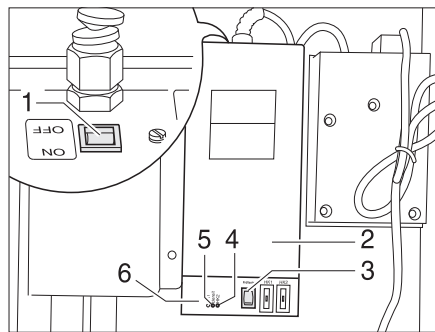

Fig. 110 Transformador con aparato regulador
Según el modelo, el transformador de 230 V AC/12 V DC (Fig. 110,2) estará instalado en el armario ropero o en el baúl del grupo de asientos.
- La luz de control (Fig. 110,5) se enciende de color verde: Regulación en funcionamiento
- Las luces de control (Fig. 110,4 y 6) se encienden rojas: Las tuberías de aguas residuales se calientan
La carcasa tiene un pulsador de prueba (Fig. 110,3) integrado con el cual se puede poner en funcionamiento brevemente el aparato regulador. Presionando el pulsador de prueba se puede comprobar el funcionamiento del calentamiento aún cuando la temperatura ambiente sobrepase los 5 °C.
- Poner el interruptor (Fig. 110,1) en el transformador (Fig. 110,2) en "ON".
- Poner el interruptor (Fig. 110,1) en el transformador (Fig. 110,2) en "OFF".